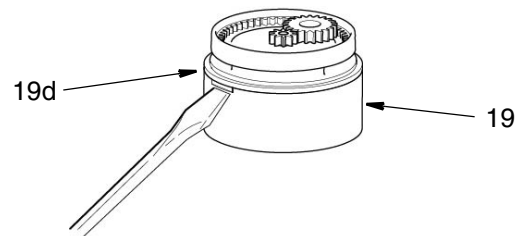

ABB. 13
6. Einen Schraubendreher in die Kerbe am Kolben (19) stecken und die Kolbenabdeckung (19d) abdrücken. Siehe ABB. 13. Alle Teile entfernen.